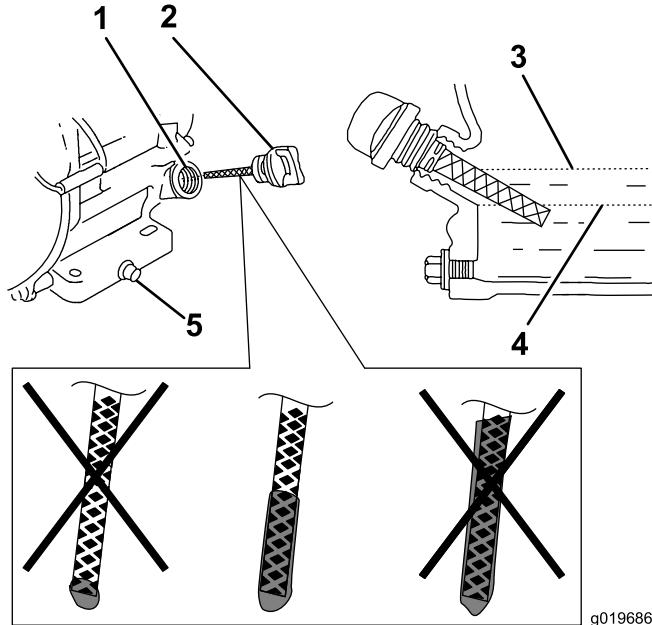

Figure 13
6. Ressortez la jauge et examinez son extrémité. Si le niveau est bas, versez lentement juste assez d'huile dans le goulot de remplissage pour faire monter le niveau au milieu de la jauge (Figure 13).